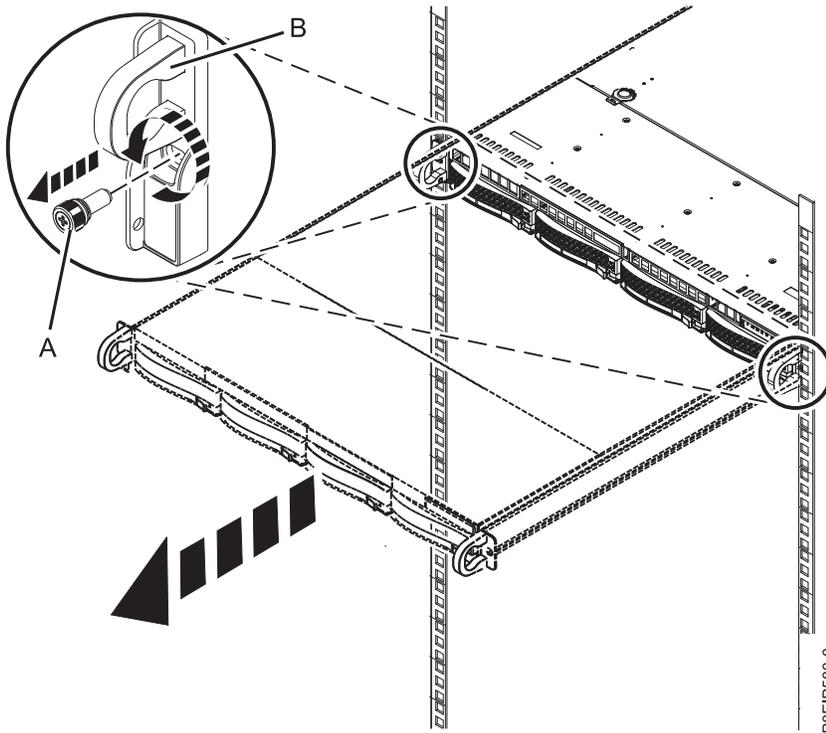

Abbildung 59. Vordere Schrauben entfernen und System aus dem Rack ausbauen
- Entfernen Sie die vorderen Schrauben, mit denen das System an den Seiten am Rack befestigt ist (siehe Abb. 59).